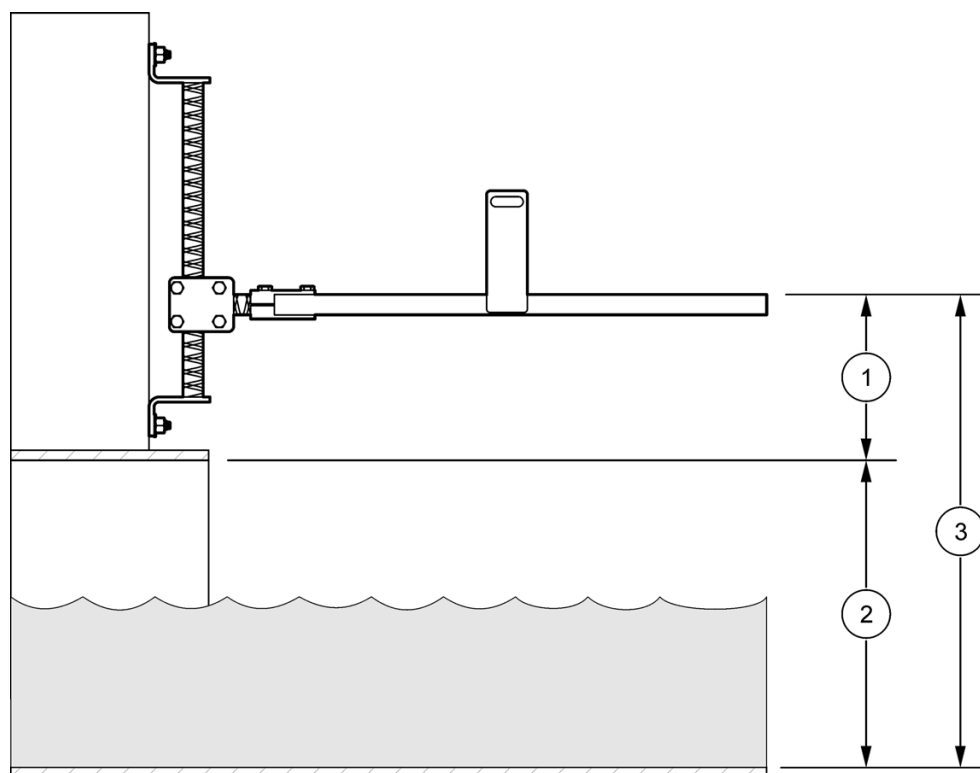

Figura 16 Separación del sensor
1. Coloque la varilla en la parte inferior del conducto o canal y alinéela verticalmente con el chasis (Figura 16).
Nota: Si no resultase práctico medir hasta el fondo del conducto, mida la distancia desde la corona del conducto hasta la parte superior del chasis (Figura 16). Añada esta distancia al diámetro del conducto para obtener la separación del sensor (separación del sensor = diámetro del conducto + distancia desde la corona del conducto hasta la parte superior del chasis).